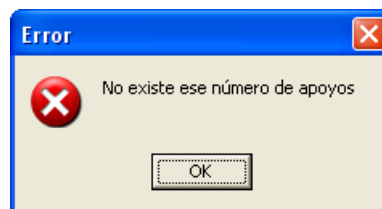

Figura 11.46.
- Figura 11.46: Sucede porque en la búsqueda de apoyos hemos introducido un número de apoyos incorrecto.